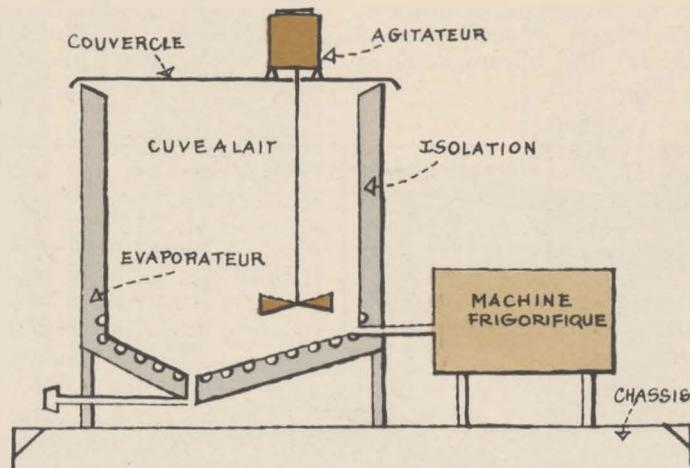

Fig. 1
- par détente directe du fluide frigorigène dans un serpentin évaporateur, soudé ou imprimé sur la paroi de fond de la cuve (fig. 1);